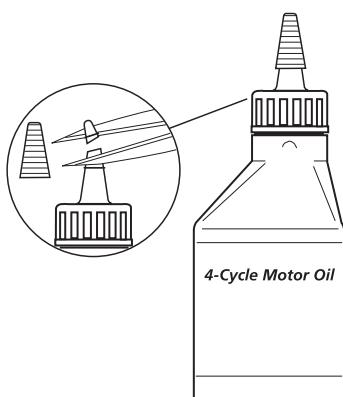

Fig. 15
Su unidad trae una botella de aceite SAE 30 SF, SG, SH de 90 ml (3,4 onzas fluidas) (Fig. 15).
- Desenrosque la tapa de la botella de aceite y retire el sello de papel que cubre la apertura. Vuelva a colocar la tapa. Corte la punta de la boquilla del embudo (Fig. 15).